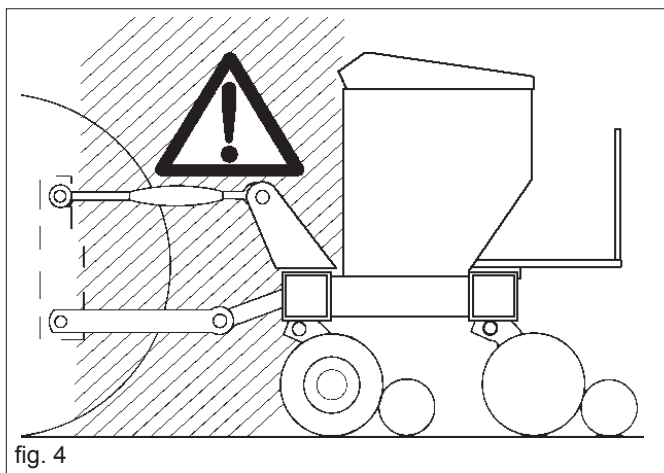

fig. 4
- 23) Il est absolument interdit de se mettre entre le tracteur et l'attelage pour manoeuvrer la commande de levage de l'extérieur (Fig. 4).
- 24) Il est absolument interdit de se mettre entre le tracteur et l'équipement (Fig. 4) si le moteur est en marche sans avoir actionné le frein de stationnement et bloqué les roues avec une cale aux dimensions adéquates.